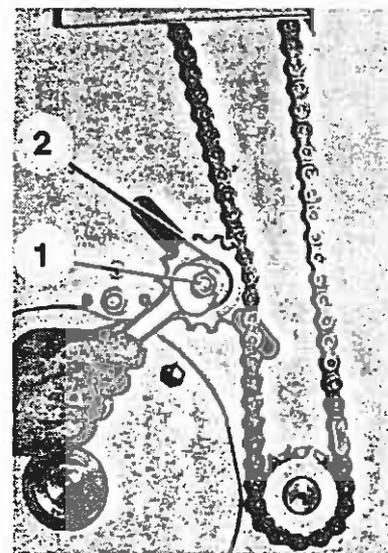

Bild 63.6
3. Zum Nachspannen Sechskantmutter (Bild 63.6/1) lösen und Spannrad (Bild 63.6/2) entsprechend versetzen. Sechskantmutter wieder festziehen.